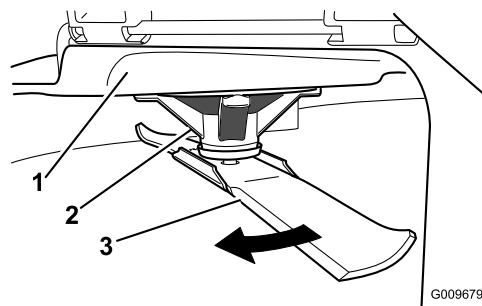

Figure 45
2. Enfilez des gants épais ou utilisez une autre protection adéquate pour les mains, et faites tourner la lame lentement jusqu'à une position permettant de mesurer correctement la distance entre le tranchant et la surface plane sur laquelle se trouve la machine (Figure 45).